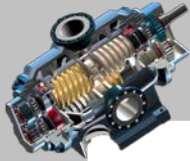

图 3.8.64 “绘图视图”对话框
Step5. 在“绘图视图”对话框中选取 **类别** 区域中的 **对齐** 选项，此时“绘图视图”对话框如图 3.8.64 所示，系统默认所产生的投影视图和其父项视图是水平对齐关系。